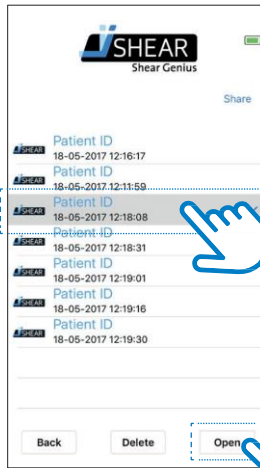

Figure 29a - 選択したファイル
4. 閲覧したいファイルを選択し'Open'を押しして閲覧する (Figure 29a参照)